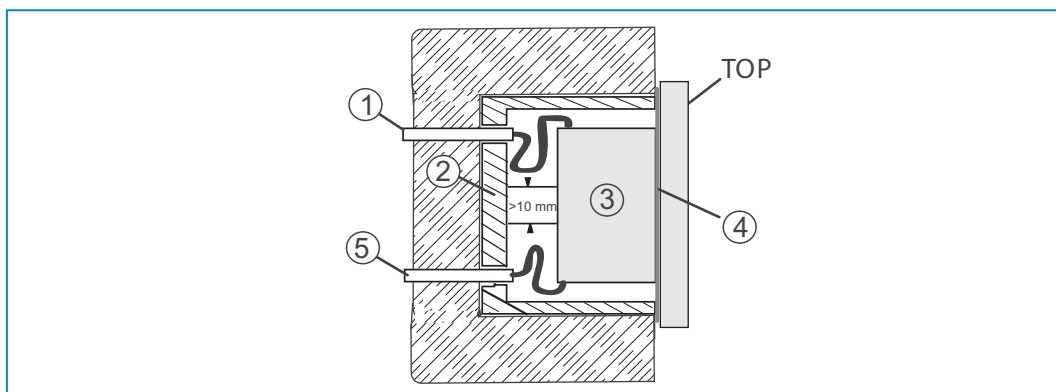

Рис. 6: Цепи тока БСНН
- » При монтаже следует обеспечить пространственное разделение (> 10 мм) цепей тока БСНН относительно других цепей (см. Рис. 6).